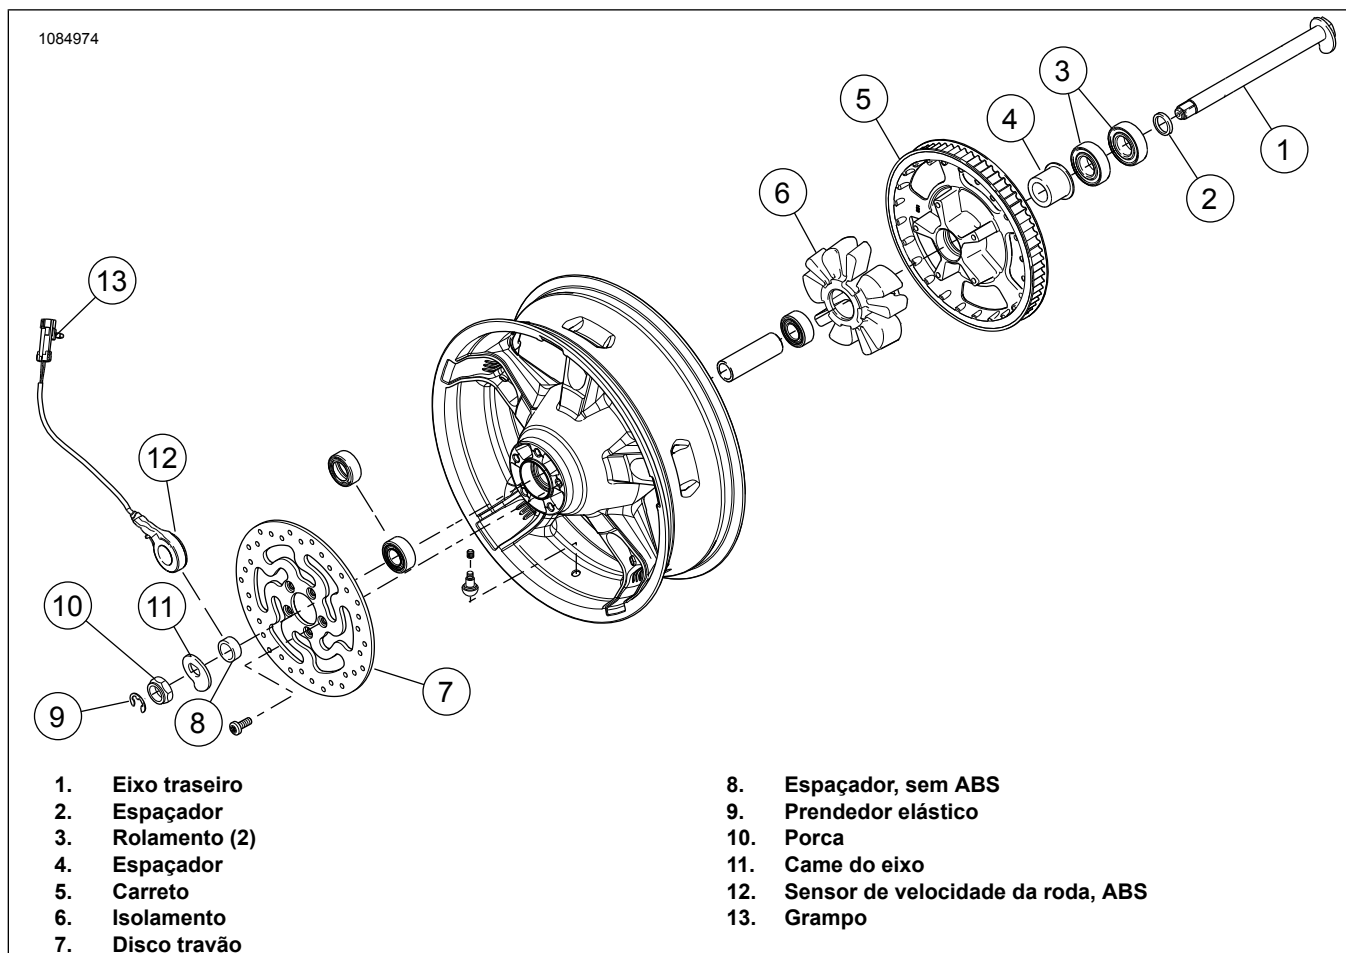

Figura 5. Peças da Roda Traseira para Reutilização
3. Figura 5 Retirar e desmontar o conjunto da roda traseira existente. Veja o manual de serviço.